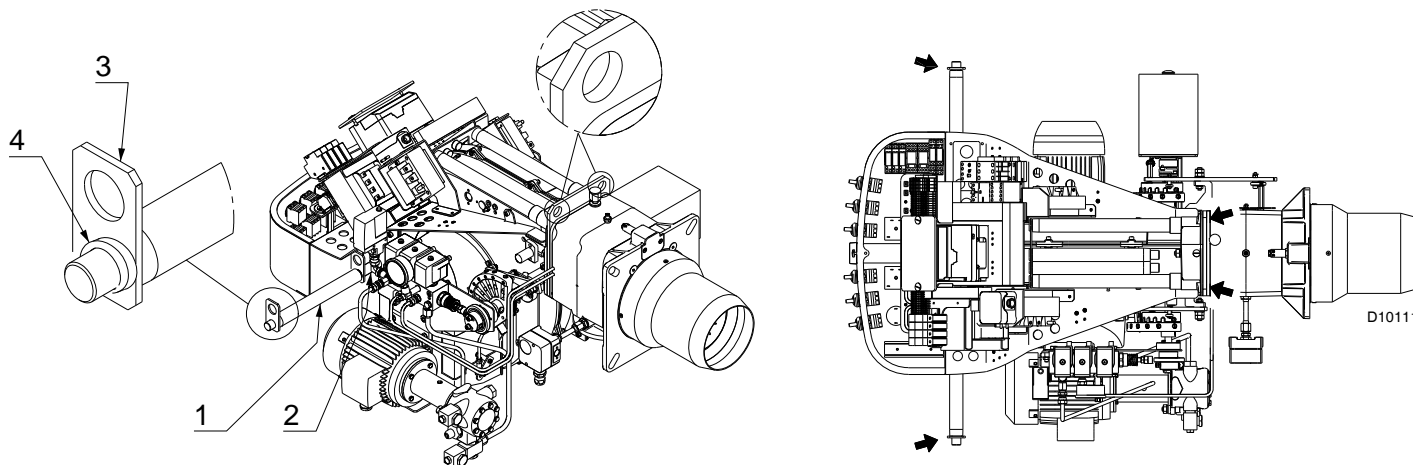

Fig. 10
- ajuste las dos barras de extensión 1) en las tuercas 2) (Fig. 10);
Los cuatro puntos de elevación del quemador se indican en Fig. 10.